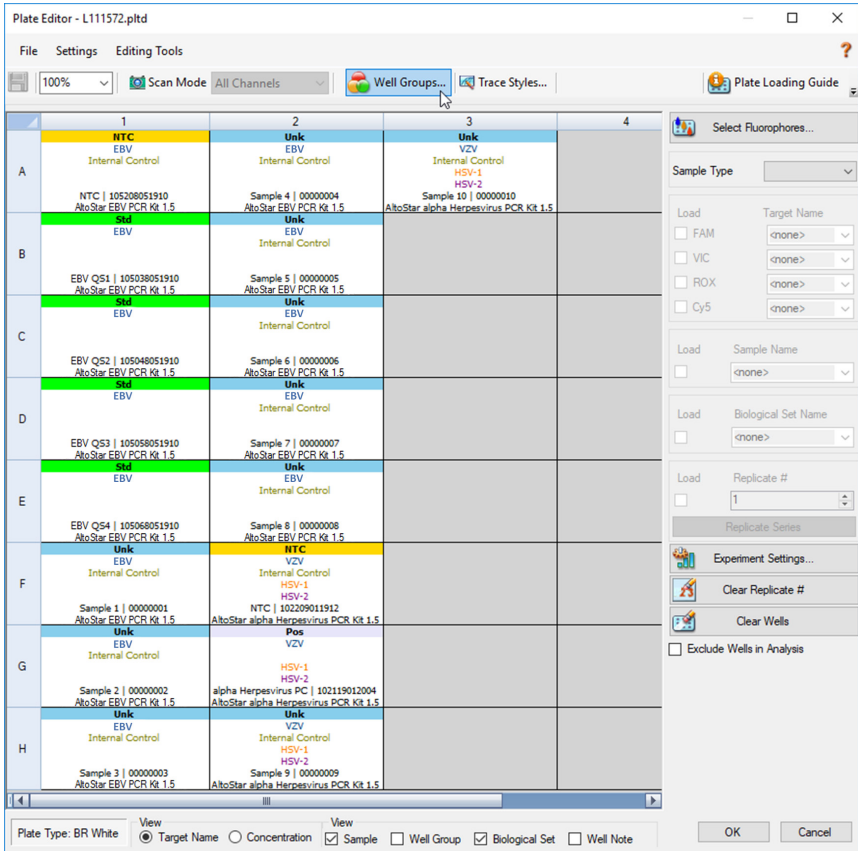

Figura 1: Cuadro de diálogo Plate Editor (editor de placa)
1. En la ventana Data Analysis (Análisis de datos), haga clic en el botón **Plate Setup** (configuración de la placa) en la barra de herramientas y seleccione **View/Edit Plate** (ver/editar placa). Se muestra el cuadro de diálogo Plate Editor (editor de placa) (consulte la figura 1).